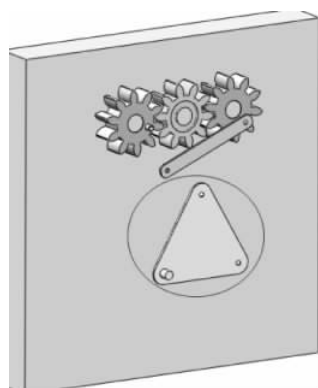

图 3-90 插入另一个连杆
(4) 单击【装配体】工具栏中的【插入零部件】按钮,弹出【插入零部件】的属性设置。单击【浏览】按钮,在弹出的【打开】对话框中选择零件【连杆 2】,单击【打开】按钮,在图形区域中的合适位置单击插入,并将其放置到靠近左侧齿轮位置,如图 3-90 所示。